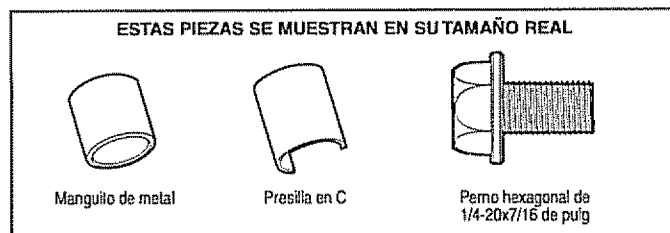

Figura 1
- Sujete los tirones de soporte del carril al carril trasero. Introduzca sin apretar pernos hexagonales de 1/4-20x7/16" en los agujeros alineados del carril de extremo y el tirante de soporte del carril (Figura 1). No apriete con los dedos.